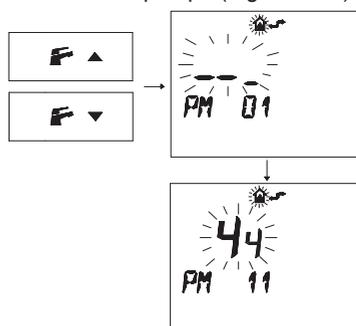

Figura 5.42
- Premere i pulsanti F \blacktriangle o F \blacktriangledown per visualizzare la programmazione "PM11" della postcircolazione pompa (Figura 5.42).